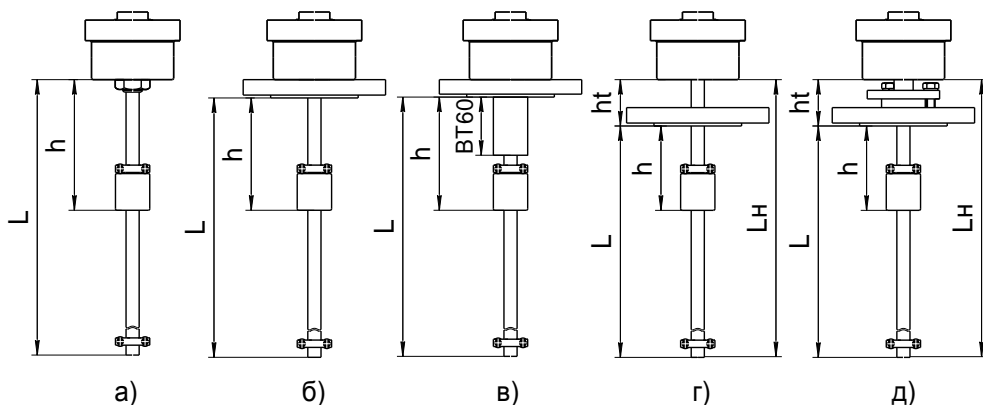

Рисунок 2
По умолчанию ПМП имеет тип крепления «М27» (рисунок 2а).
Исполнение с втулкой **BT60** (рисунок 2в) применяется для оснащения резервуаров, подверженных при эксплуатации ударам и вибрациям. Конструктивная втулка высотой 60 мм повышает ударо- и вибропрочность сварного соединения направляющей с фланцем.
Для исключения воздействия повышенной температуры (определяется заказом) устройство крепления устанавливается на расстоянии ht от корпуса преобразователя (рисунок 2г, 2д).
2.1.6 ПМП изготавливаются с длиной направляющей в соответствии с 1.2.5. Длина направляющей L – это расстояние от нижней торцевой поверхности направляющей до уплотнительной поверхности устройства крепления (фланца или резьбового штуцера) (рисунок 2). Длина направляющей при заказе указывается в условном обозначении ПМП.
б) Транспортный вариант (исполнение **Tr**). Выдерживает воздействие МВВФ, соответствующих группе механического исполнения М30 по ГОСТ 30631. Изготавливается с длиной направляющей от 100 мм до 2500 мм и только с фланцевыми регулируемыми устройствами крепления. Данный вариант исполнения с длиной направляющей более 500 мм имеет конструктивную втулку ВТ60 (рисунок 2г), повышающую ударо- и вибропрочность сварного соединения направляющей с фланцем.